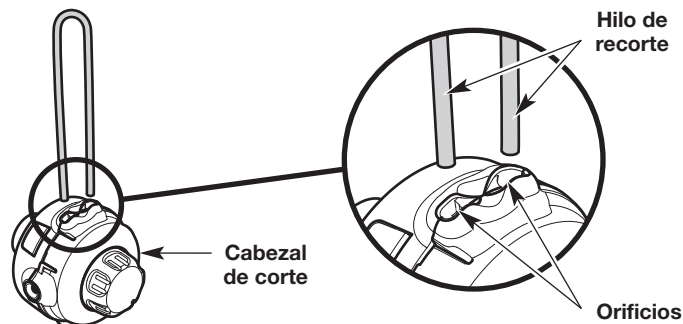
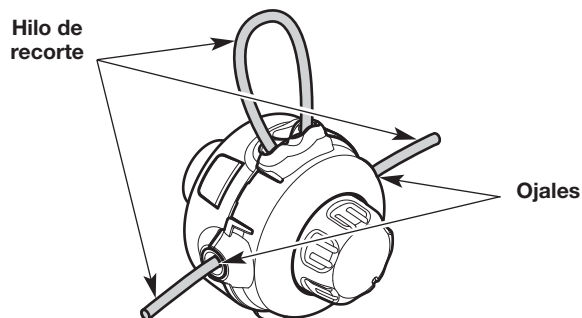

Fig. 28
Fig. 29
3. Inserte los extremos del nuevo hilo de recorte dentro de los orificios del cabezal de corte (Fig. 28). Empuje el hilo a través de los orificios hasta que los dos extremos sobresalgan de los ojales (Fig. 29).